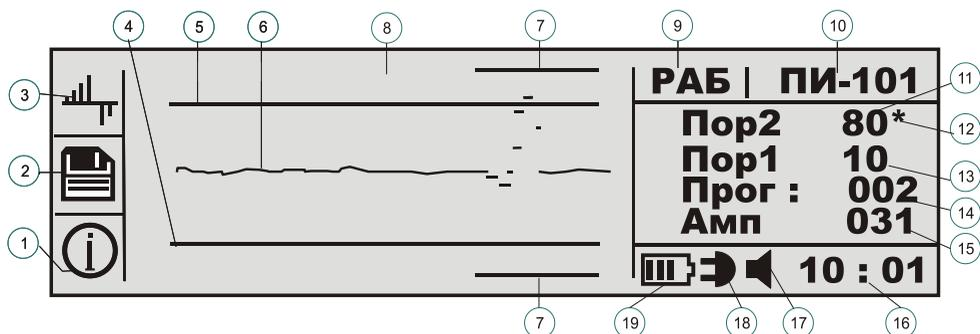

Рис.7.5.1. Окно «Работа» в режиме «Разность спектров».
). На месте иконки появится ряд бегущих вертикальных линий и снова появиться изображение иконки. Программа загрузилась- при включении работе в режиме «Работа» номер загруженной программы будет отображаться в правой верхней части экрана (п.10 рис.7.5.1).
Проверить заряд аккумулятора по иконке «индикатор аккумулятора», где должно отображаться не менее трех «черточек» (рис. 7.5.1.). Зарядить, при необходимости, аккумулятор.
«Работа в режиме Разность спектров» (рис.7.5.1.). Если, после открытия окна «Работа», включается непрерывный звуковой сигнал, а на преобразователе загорается индикатор дефекта, то это означает, что уровень разности спектров превышает установленные пороги (на рис. 7.5.1 превышен верхний п.12 порог). Звуковой сигнал можно выключить в режиме «Установки» (см. 6.4.1).
7.8. Для получения информации о текущей программе нажмите функциональную клавишу F3 (иконка п.1 рис.7.5.1). Откроется окно, в центре которого будут приведены все установки выбранной программы.